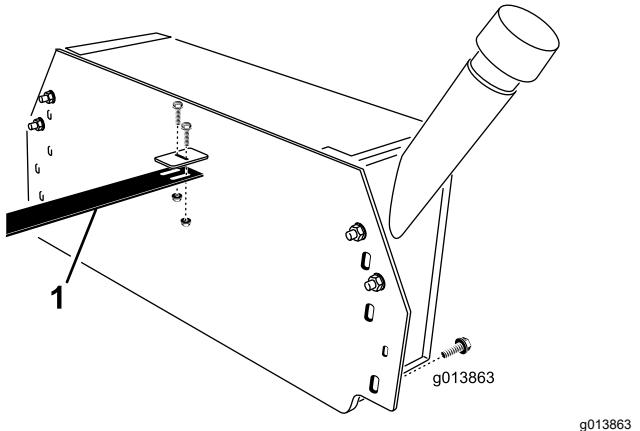

Figure 9
- À l'aide de 2 boulons ($\frac{1}{4}$ " x $\frac{3}{4}$ ") et contre-écrous à embase, fixez le guide-flexible au support sur le réservoir hydraulique (Figure 9).